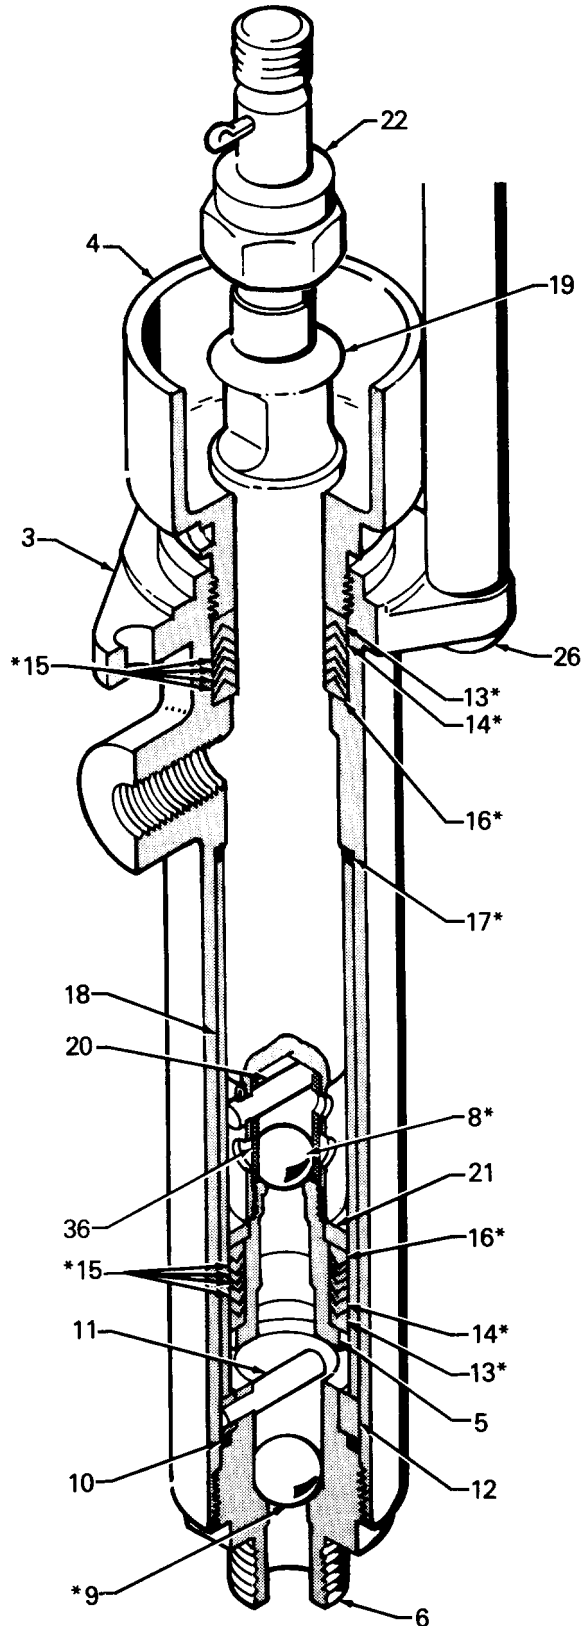

Fig. 3
(Remitirse a la Fig. 3 ó 4)
2. Desconectar las mangueras de fluido. Retirar las tuercas de retención (26) de la varilla de acoplamiento. Mantener las partes planas del vástago de desplazamiento con una llave y luego utilizar otra llave para desenroscar la tuerca de acoplamiento (22). Colocar la bomba de desplazamiento en un tornillo de banco.
3. Desenroscar el cuerpo de la válvula de admisión (6) del alojamiento de la bomba (3). Retirar el pasador de tope de la bola, el filtro, la junta tórica y la bola.
4. Aflojar la tuerca prensaestopas (4) y luego empujar el vástago de desplazamiento (19) hasta que el cuerpo de pistón (5) aparezca por la parte inferior del cárter de la bomba (3). Asir el pistón y extraer el vástago.
5. Desenroscar el cuerpo del pistón (5) del vástago (19). Retirar la bola, la guarnición de retención, los prensaestopas y las empaquetaduras.
6. Desenroscar la tuerca prensaestopas (4) del cárter de la bomba (3). Retirar los prensaestopas y las guarniciones de la garganta.
7. Limpiar perfectamente todas las piezas con un disolvente compatible y secarlas soplando aire. Examinar las piezas para detectar trazas de desgaste o daños. La parte exterior del vástago de desplazamiento (19) y la superficie interna lisa de la camisa (18) no debe presentar trazas de rayaduras o rasguños. Si ese fuere el caso, reemplazar ambas piezas. Si no se puede extraer fácilmente la camisa para reemplazarla, ponerse en contacto con el representante Graco o con el taller Graco más cercano. Instalar una nueva camisa con el extremo cónico hacia abajo en el cárter de la bomba y reemplazar la junta (17*).
9. Instalar las guarniciones (5) del pistón. *Cerciorarse de que los rebordes de las juntas en V queden hacia arriba en el cuerpo.* Si se hubieren extraído el pasador de tope de la bola (20) y la guía de la bola (36) instalarlas también.
Colocar un prensaestopas hembra (13*), una junta en V (14*) de PTFE, cuatro juntas en V (15*) de cuero, un prensaestopas macho (16*), el sujetador de guarniciones (21) uno a la vez y la bola (8*) sobre el pistón (5). Ver Fig. 3.
Colocar un prensaestopas macho (16), cuatro juntas (15*) de cuero, un guarnición (14*) de PTFE y un prensaestopas hembra (3*) a la vez en la garganta del cárter de la bomba (3). Ver Fig. 3.